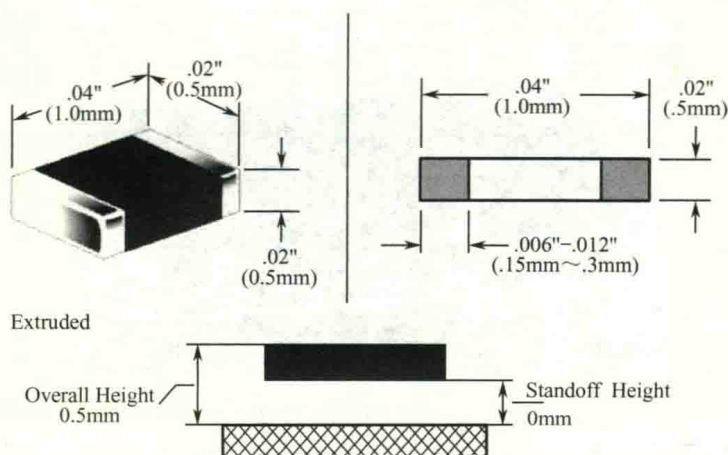

图 5-41 0603C 封装规格及填写参数
(3) 这里是自己手工绘制简单的 3D 模型，所以此处选择绘制模型模式，按照 0603C 封装规格在高度信息填写处填写参数，如图 5-41 所示。